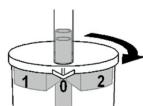

Abb. 2
- Voor normale afzuiging draait u de pot totdat de pijl op het deksel naar een open stand ("0") wijst (Fig. 2)